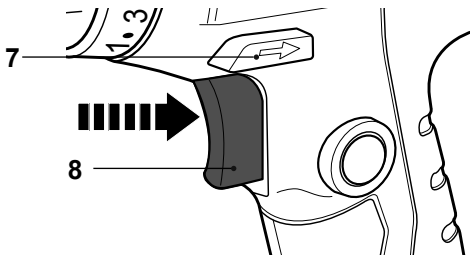

Fig. 9
1. Mettre l'appareil en appuyant sur l'interrupteur marche/arrêt (8) (Fig. 9).
2. Mettez le produit hors tension en relâchant le bouton marche/arrêt (8).